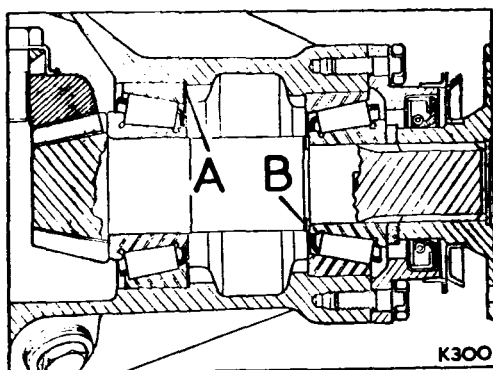

Fig. E1-52,- Suplementos de ajuste del piñón de ataque.
- 4.03.- Llevar a cabo los ajustes necesarios para obtener la precarga correcta, cambiando el espesor de los suplementos (Fig. E1-52). Si se montan suplementos más gruesos, se reducirá la precarga y si se montan de menos espesor se aumentará la precarga. Se dispone de suplementos en una gama amplia de espesores.